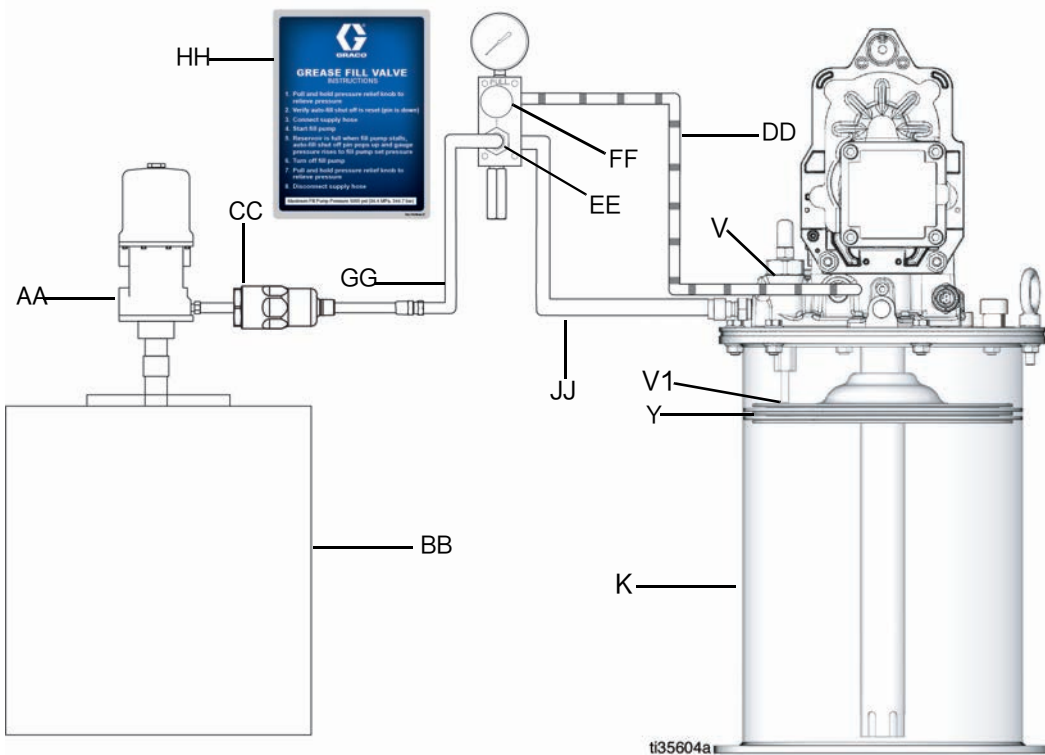

图 16
4. 连接远程加注站泵 (AA) 和加注接头 (FC) 端口 (标有 "1") 之间的供料软管 (GG) (图 16)。
5. 启动远程加注站泵 (AA)。
6. 料桶 (K) 装满后:
- 远程加注站泵 (AA) 憋停 (死点),
7. 关闭远程加注站泵 (AA) (图 16)。